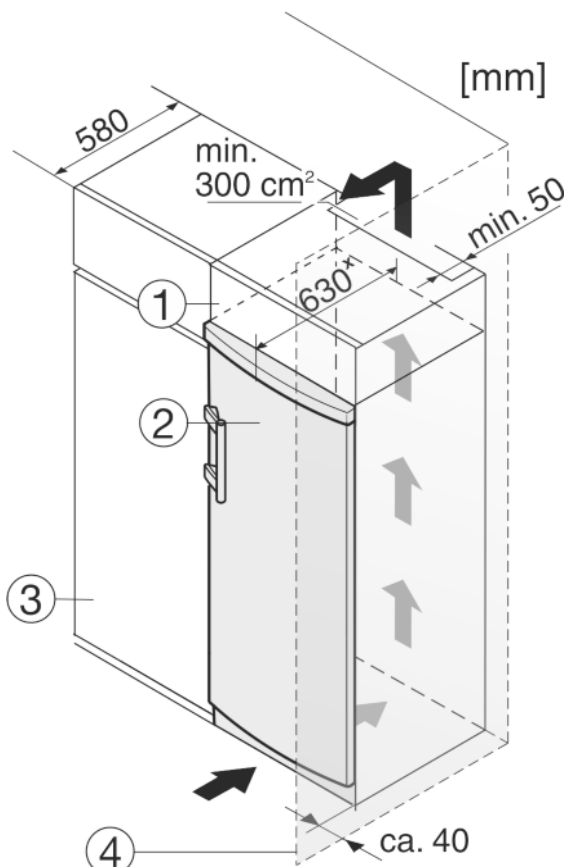

Fig. 9
- (1) Дополнительный шкафчик
- (2) Устройство
- (3) Кухонный шкаф
- (4) Стенка
Устройство может быть окружено кухонными шкафами. Чтобы уравнивать устройство Fig. 9 (2) по высоте с кухонной стенкой, можно установить над устройством дополнительный шкафчик Fig. 9 (1).
При комбинировании с кухонными шкафами (глубина макс. 580 мм) устройство можно установить непосредственно рядом с кухонным шкафом Fig. 9 (3). Устройство выступает сбоку на 34 мм* и по центру на 50 мм* относительно передней стенки кухонного шкафа.
Если устройство установлено на шарнирах у стены Fig. 9 (4), то расстояние между устройством и стеной должно быть не менее 40 мм. Настолько выступает ручка при открытой дверце.